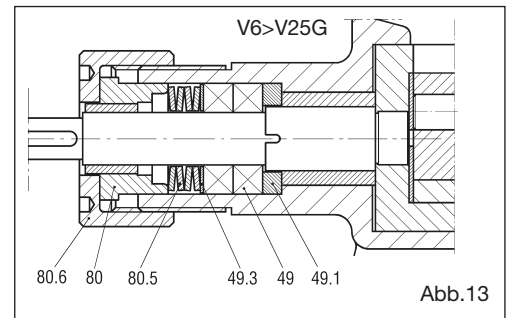

Abb.13
**11.6 Entfernung der Packungsdichtung Pumpen aus Guss von V6 bis V25 (Abb. 13)**
- Die Abdeckung (80.6) abschrauben und die Stopfbüchse (80) befreien.
- Die Packungsringe (49) unter Anwendung eines Abziehers für Packungen oder eines Schraubenziehers entfernen und ersetzen, nachdem der Sitz sorgfältig gereinigt worden ist. Die neue Packung montieren, die als vollständige Konfektion geliefert wird. Falls eine zu konfektionierende Packung verwendet wird, mit Bezug auf die Achse der Packung mit einem 45°-Schnitt auf das Außenmaß der Welle schneiden.